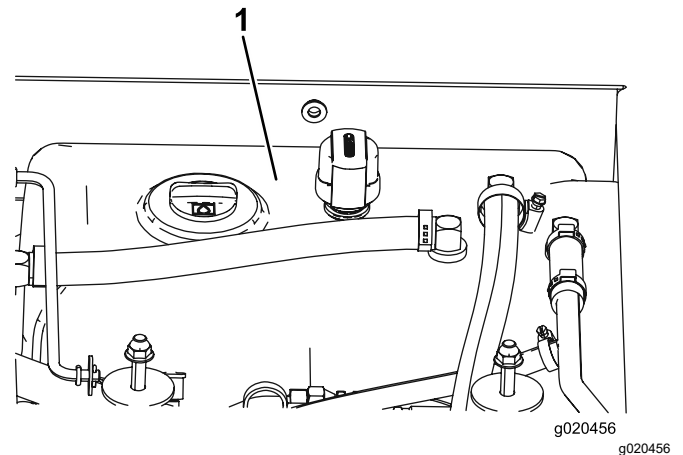

図 118
4. 油圧オイルタンク図 118に油圧オイルを入れる **油圧オイルを点検する (ページ 75) を参照。**